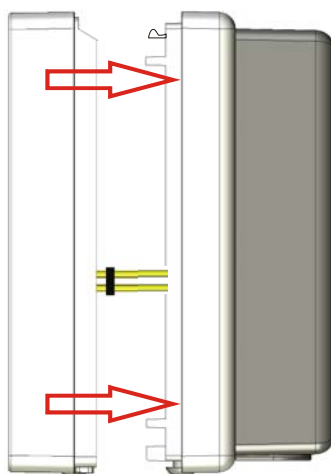

Abbildung 4: Gehäusedeckel stecken
Stiftleiste X1 der Leserelektronik sauber in Buchsenleiste X1 der Anschlussplatine (1) einführen! Siehe Abbildung 4: Gehäusedeckel stecken